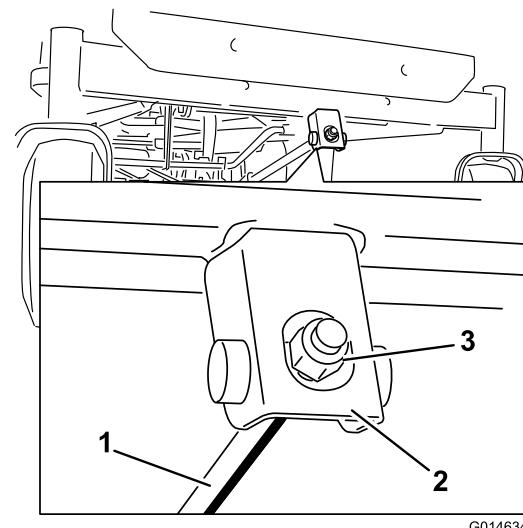

**Figura 66**
- Gire cuidadosamente las cuchillas colocándolas en el sentido de avance de la máquina (Figura 65 y Figura 66).
5. Mida entre la punta de la cuchilla delantera y la superficie plana, y entre la punta de la cuchilla trasera y la superficie plana (Figura 65 y Figura 66).
9. Después de realizar el ajuste, compruebe de nuevo la inclinación longitudinal, y siga ajustando la tuerca hasta que la punta de la cuchilla delantera esté entre 1,6 y 7,9 mm más baja que la punta de la cuchilla trasera (Figura 65 y Figura 66).